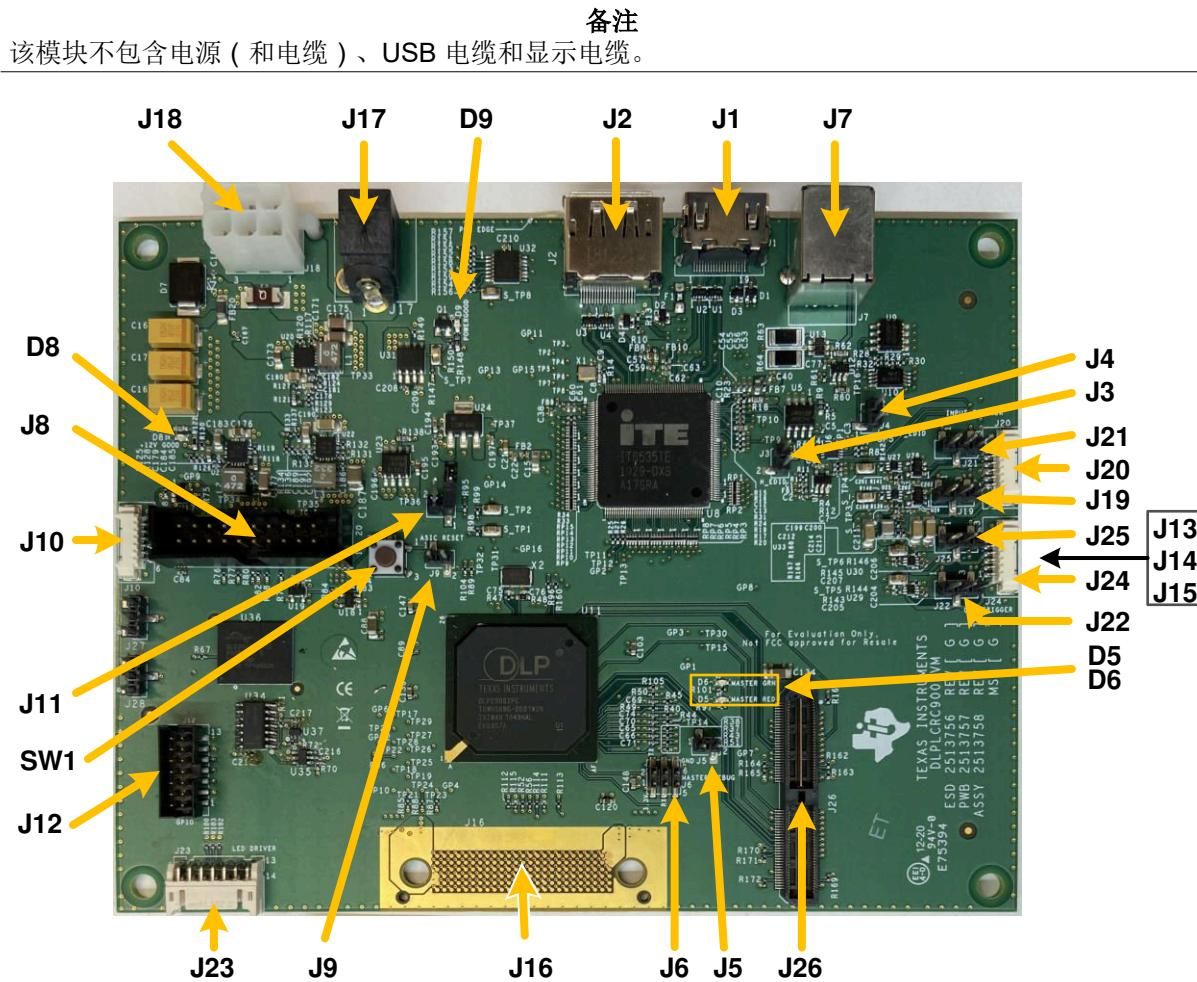

图 1-3. DLP LightCrafter 单 DLPC900 EVM 连接器（顶视图）
图 1-3 描述了开关和连接器及其各自的位置。
1. 将 12V 直流电源连接到 图 1-3 中的电源连接器 J17。
5. 将 USB 电缆从 PC 连接至 DLP LightCrafter 单 DLPC900 EVM 上的连接器 J7 , 如 图 1-3 所示。首次将电缆连接到 PC 时 , DLP LightCrafter 单 DLPC900 EVM 作为具有人机接口设备 (HID) 类的 USB 复合器件进行枚举。无需驱动程序 , 因为这些都由 Windows 操作系统在本机处理。